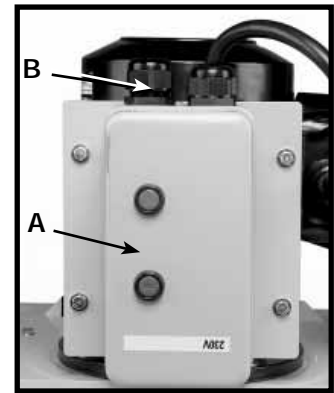
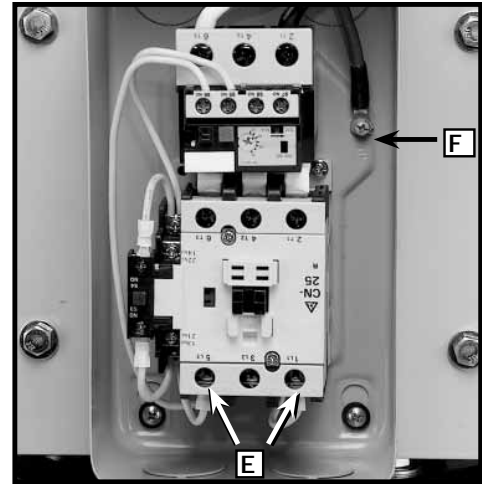

Fig. 14
Fig. 16
1. Para conectar el recolector a un sistema eléctrico, retire la cubierta del controlador (A) Fig. 14.
2. Introduzca la línea de energía trifásica a través del orificio de acceso (B) Fig. 14, de la parte superior de la caja del controlador y conecte las tres líneas de energía a los terminales (C) Fig. 16, y el cable verde a tierra al tornillo de puesta a tierra (D).
2. Introduzca la línea de energía de una fase a través del orificio de acceso (B) Fig. 14, de la parte superior de la caja del controlador y conecte las dos líneas de energía a los terminales (C) Fig. 16, y el cable verde a tierra al tornillo de puesta a tierra (F).